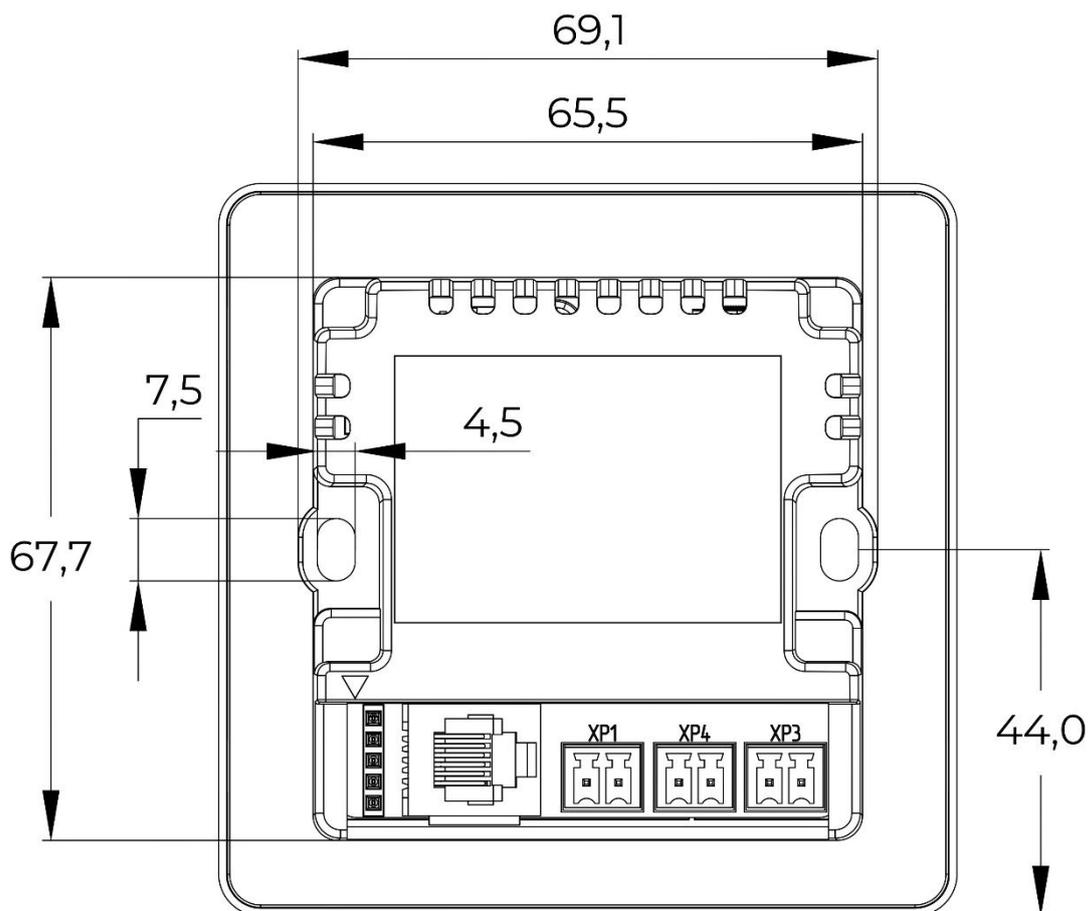

Рис. 22.: Дисплейный модуль. Эскиз. Вид сзади.
- Рис. 22.: Дисплейный модуль. Эскиз. Вид сзади.